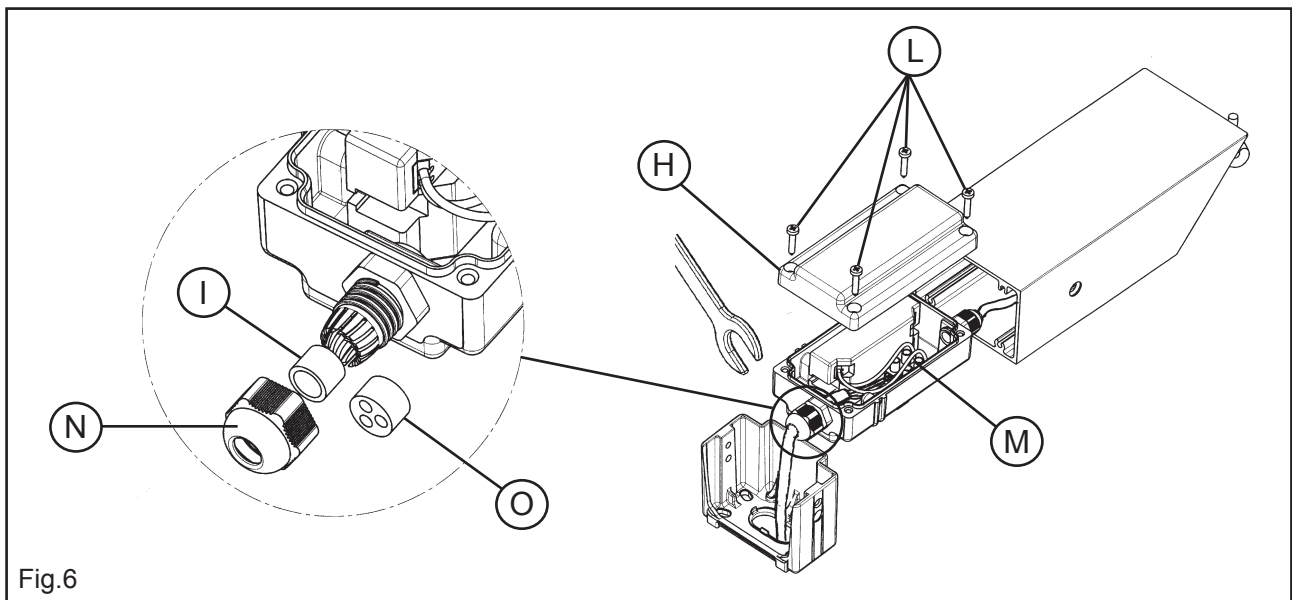

Fig.6
- I** Fig.6 Aprire il coperchio (H) svitando le 4 viti (L); fare passare il cavo di alimentazione attraverso il pressacavo (N) della scatola di alimentazione; per effettuare tale operazione è necessario svitare il pressacavo, far passare il cavo di alimentazione, quindi riavvitarlo serrandolo con una chiave esagonale n 19; qualora l'installazione preveda l'utilizzo di cavi di alimentazione singoli anziché del cavo multipolare è necessario sostituire la guarnizione (I) del pressacavo con la guarnizione (O) fornita in dotazione agendo come da sequenza riportata in figura 6b. Effettuare la connessione elettrica nella mosettiera (M), montare il coperchio (H) con le 4 viti (L).
- GB** Fig.6 Dismantle the cover (H) by loosening the 4 screws (L); Make the feed cable pass through the cable-clamp (N) of the feed box. To carry out this operation, it is necessary to unscrew the cable-clamp, make the feed cable pass through and screw it back by fastening it with an hexagonal spanner n 19. Should the installation have to be carried out with the use of single feed cables instead of a multicore cable, it will be necessary to replace the gasket (I) of the cable-clamp with the gasket (O) that comes supplied, operating according to the sequence shown in fig. 6b. Carry out the electric connection in the terminal board (M), assemble the cover (H) with the 4 screws (L).
- D** Abb.6 Deckel (H) durch Aufschrauben der 4 Schrauben (L) abmontieren ;Versorgungskabel durch die Kabelpresse (N) der Versorgungsdose führen; dazu muss die Kabelpresse aufgeschraubt, das Versorgungskabel hindurchgeführt, und dann wieder zugeschraubt werden, indem die Schrauben mit einem Sechskantschlüssel Nr. 19 festgezogen werden; falls die Installation die Benutzung von einzelnen Versorgungskabeln anstatt des mehrpoligen Kabels vorsieht, muss die Dichtung (I) der Kabelpresse durch die mitgelieferte Dichtung (O) ersetzt werden, indem die in der Abbildung 6b dargestellte Reihenfolge zu beachten ist; elektrische Anschlüsse im Klemmenbrett (M) ausführen, Deckel (H) mit den 4 Schrauben (L) montieren.
- F** Fig.6 Démonter le couvercle (H) en dévissant les 4 vis (L); faire passer la câble d'alimentation à travers le presse câble (N) de la boîte d'alimentation ; pour effectuer cette opération, il faut dévisser le presse câble, faire passer le câble d'alimentation et le revisser en le serrant avec une clef pour vis à six pans creux n.19; si l'installation prévoit l'utilisation de câbles d'alimentation simples au lieu du câble multipolaire, il faut substituer le joint (I) du presse câble avec le joint (O) fourni, en procédant comme sur la séquence reportée sur la figure 6b ; Effectuer la connexion électrique dans le serre-câbles (M), monter le couvercle (H) avec les 4 vis (L).
- E** Fig.6 Desmontar la tapa (H) desatornillando los 4 tornillos (L); hacer pasar el cable de alimentación a través del pasacable (N) de la caja de alimentación; para efectuar esta operación es necesario desenroscar el pasacable, hacer pasar el cable de alimentación, luego volver a enroscarlo apretándolo con una llave hexagonal n.19; en el caso de que la instalación prevea el uso de cables de alimentación simples en vez de un cable multipolar es necesario sustituir la guarición (I) del pasacable por la guarición (O) en dotación siguiendo las indicaciones de la secuencia de la fig. 6b; Efectuar la conexión eléctrica en la regleta de conexiones (M), montar la tapa (H) con los 4 tornillos (L).
- P** Fig.6 Desmontar a tampa (H) desaparafusando os 4 parafusos (L); passar o cabo de alimentação através do passa-fio (N) da caixa de alimentação; para efectuar tal operação é necessário desaparafusar o passa-fio, passar o cabo de alimentação, depois aparafusar novamente apertando com uma chave hexagonal n.19; se a instalação prevê o uso de cabos de alimentação únicos invés de cabos multicondutores é necessário substituir a guarnição (I) do passa fios com a guarnição (O) fornecida em dotação, seguindo a sequencia indicada na figura 6b; Efectuar a conexão eléctrica na placa de bornes (M), montar a tampa (H) com os 4 parafusos (L).
RUS Рис.6 Снять крышку (Н), отвинчивая 4 винта (L); Провести кабель питания через кабельный зажим (N) коробки питания; для выполнения данной операции необходимо отвинтить кабельный зажим, провести кабель питания, затем вновь завинтить его, затягивая шестигранным ключом № 24; если установка предусматривает использование отдельных кабелей питания вместо многополюсного, необходимо заменить прокладку (I) кабельного зажима на прокладку (O), предоставляемую в принадлежностях, действуя в последовательности, приведенной на рисунке 6b; Выполнить электрическое соединение в клеммной колодке (M), монтировать крышку (Н) при помощи 4 винтов (L).